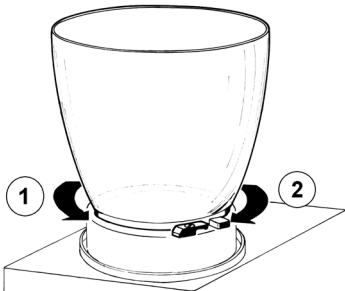

figure 2
4 Retirez le conteneur en le faisant tourner (1) dans le sens contraire des aiguilles d'une montre (voir figure 2).
2 Remontez le joint du conteneur. Remontez le conteneur en le tournant dans le sens (2) des aiguilles d'une montre. Pour faciliter l'opération, mouillez le joint à l'eau (voir figure 2).